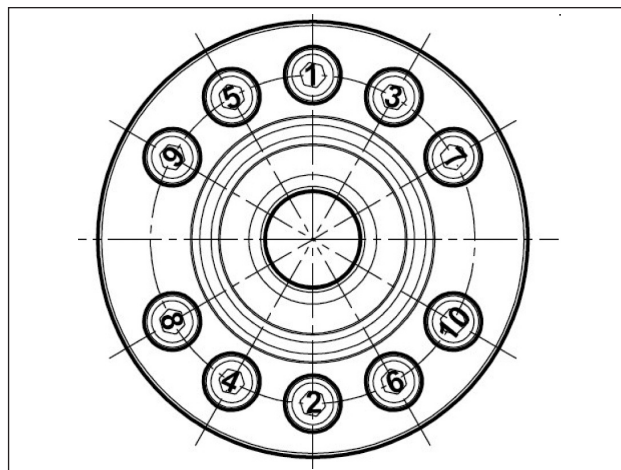

Fig. 53
- **** Les vis de fixation des supports du schéma Fig. 53 doivent être serrées en deux phases :